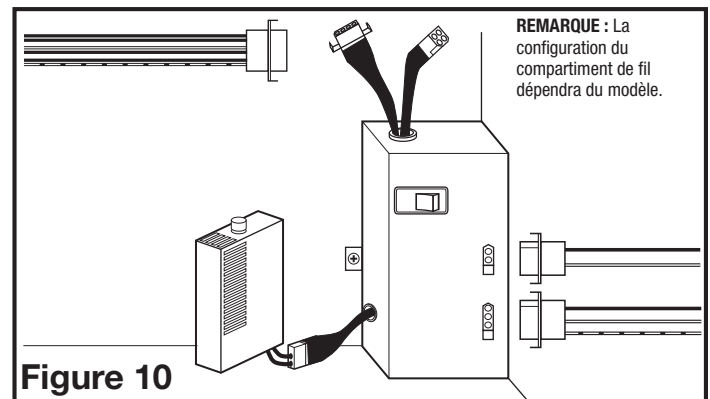

Figure 10
3. Branchez les câbles à 2 broches du ventilateur et les câbles à 3 broches de connexion rapide du moteur dans la prise correspondante située sur le couvercle du compartiment de fil. Connectez le connecteur à deux broches du compartiment de l'hygrostat au connecteur à deux broches du côté du couvercle du logement de fil. Ces câbles ne s'adaptent que dans un sens dans les réceptacles (Figure 10).